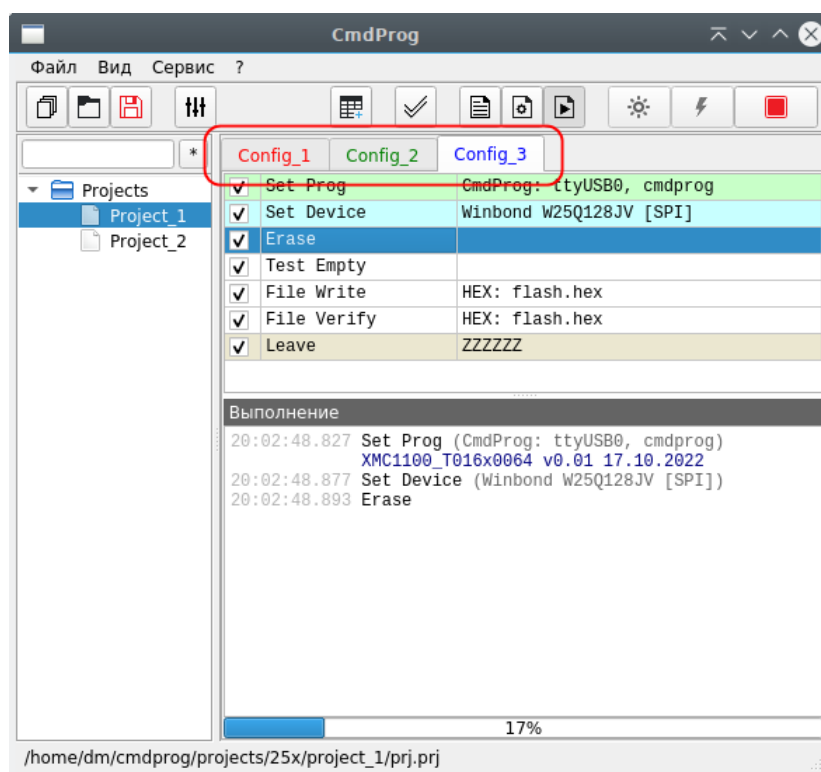

Рисунок 6.2. Главное окно программы
6.3.5. Программное обеспечение позволяет работать с несколькими программаторами поочерёдно или одновременно, используя конфигурации. Каждому программатору назначается свой последовательный порт (СОМ-порт). При выполнении программирования, индикация на плате программатора будет дублироваться подсвечиванием имени конфигурации соответствующим цветом (см. рисунок 6.2):